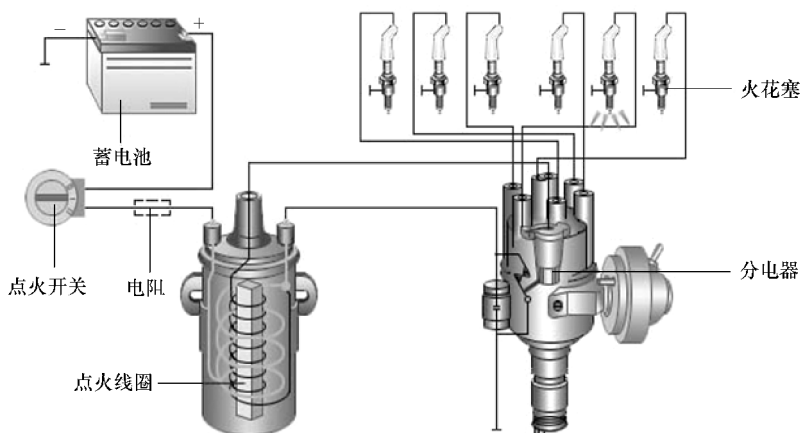

图 4-2 传统点火系统的组成
1) 传统点火系统的组成。传统点火系统由蓄电池、发电机、点火开关、点火线圈、附加电阻、分电器、火花塞、高压线以及阻尼电阻组成，如图 4-2 所示。